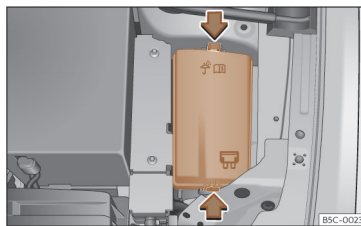

Fig. 213 No compartimento do motor: tampa da caixa de fusíveis.
- Pressione as patilhas de bloqueio para desbloquear a tampa da caixa de fusíveis >>> **Fig. 213**.